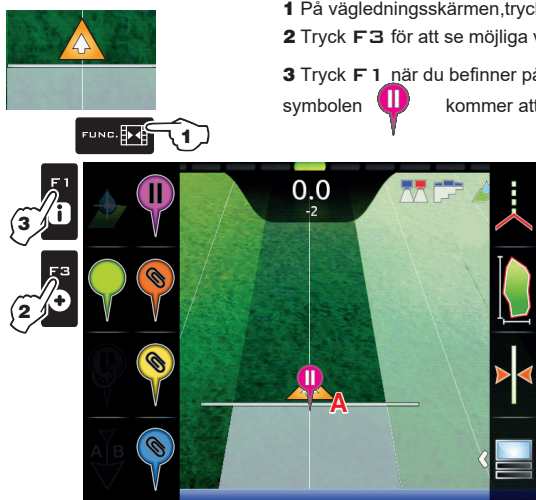

Fig. 363
- 3 Tryck **F1** när du befinner på en position som du vill spara (**A** i Fig. 363): symbolen kommer att placeras exakt på den punkten.